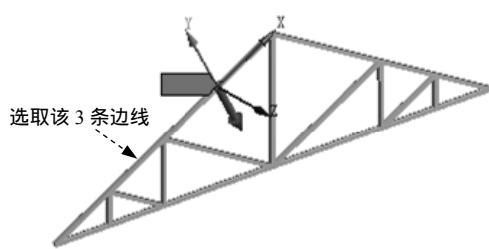

图 7.8.11 添加力载荷 1
步骤 07 添加力载荷 1。在“Outline”窗口中右击 **Static Structural (BS)** 选项，在弹出的快捷菜单中选择 **Insert** → **Force** 命令，弹出“Detail of ‘ Force ’”对话框。选取图 7.8.11 所示的 3 条边线，在 **Geometry** 后的文本框中单击 **Apply** 按钮确认；在 **Define By** 下拉列表中选择 **Components** 选项，在 **Coordinate System** 下拉列表中选择 **Coordinate System** 选项，在 **X Component** 文本框中输入数值 -3000N，其他参数采用系统默认设置；完成载荷力的添加，结果如图 7.8.11 所示。